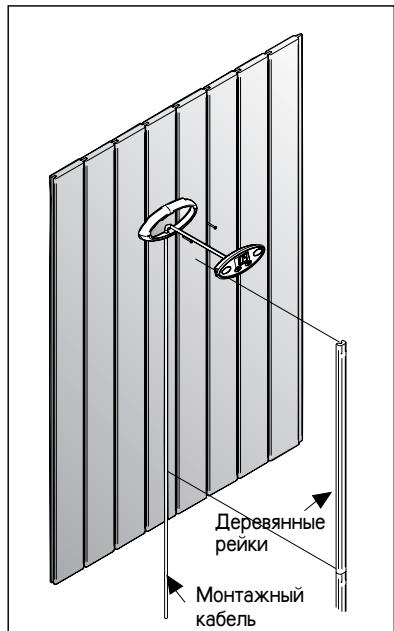

Рисунок 12. Установка панели управления
Поскольку панель управления работает от низкого напряжения и защищена от брызг, ее можно установить практически в любое место. Если панель устанавливается в помещении сауны, то она должна находиться не ближе минимального безопасного расстояния от каменки и не выше одного метра. (м.рис.12.) Панель можно закрепить
прокладки кабелей, то кабель, ведущий к панели управления, можно скрыть в стене. В противном случае монтаж следует производить по поверхности стены. См. рис. 12. Сигналы, передаваемые панелью управления, являются слаботочными сигналами. Поэтому панель безопасна при установке на основание из любого материала.
- При необходимости монтажный кабель можно закрыть деревянными рейками (3 шт). См. рис. 12.